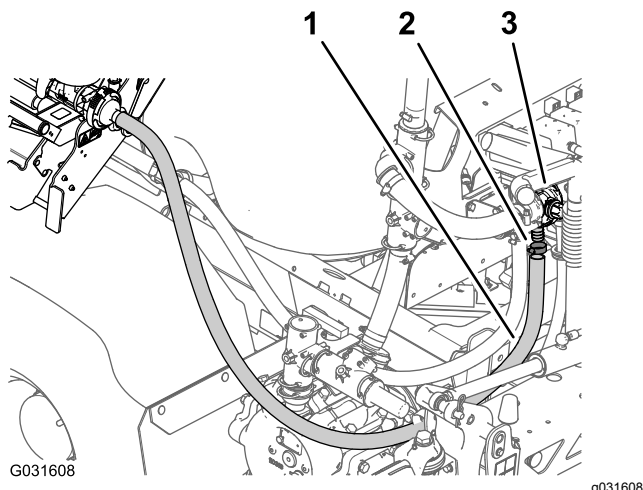

Figura 36
7. Retire la abrazadera que sujeta la manguera de suministro del eyector al acoplamiento dentado de la válvula de control del eyector (Figura 36).
8. Retire la manguera de la válvula de control del eyector (Figura 36).